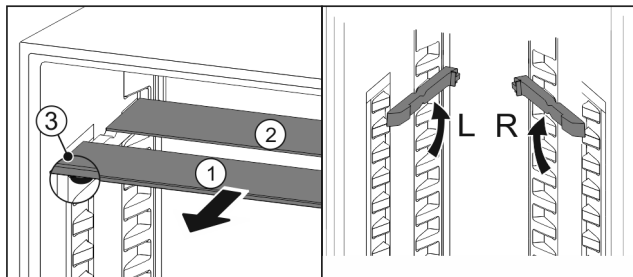

Fig. 158
- Skleněné desky jednotlivě vytáhněte dopředu Fig. 158 (1).
- Skleněná deska Fig. 158 (1) s ozdobnou lištou leží vpředu.
- Zarážky Fig. 158 (3) směřují dolů.